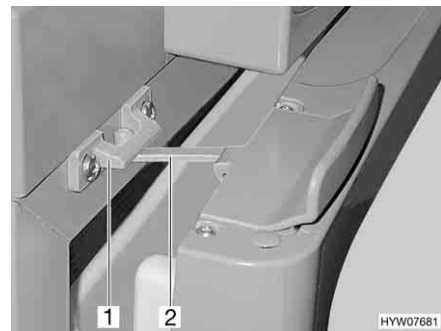

Fig. 242 Puerta del frigorífico en posición de ventilación (Thetford)
- Abrir el bloqueo (Fig. 242,2) y engatillarlo en el alojamiento del bloqueo (Fig. 242,1). De este modo, la puerta del frigorífico quedará ligeramente abierta.